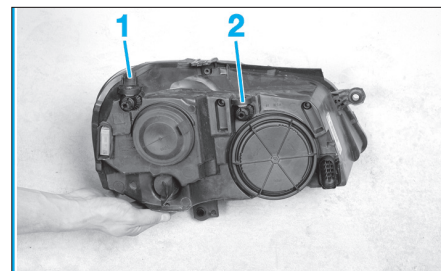

Fig. 10
- Déposer les vis de fixation (2) (Fig.10).